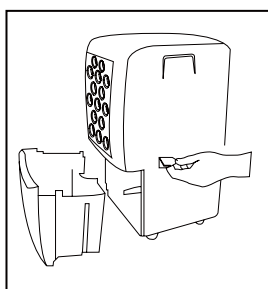

fig. 1
- c. Soulevez l'aileron latéral situé sur le côté droit de l'unité comme en regardant de l'avant. (fig.1)